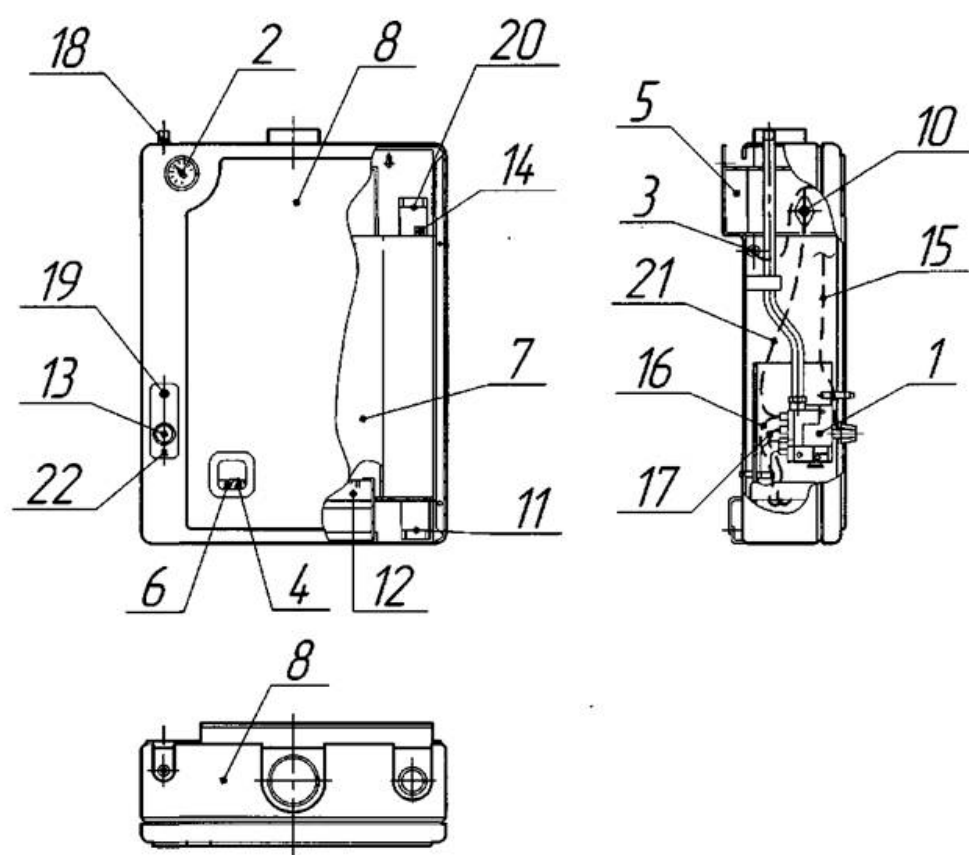

Рис. 1 Конструкция котла
Конструкция котла представлена на рис. 1.
Котел рис. 1 состоит из следующих основных узлов и деталей: теплообменника поз.7, газогорелочного устройства поз. 12, газоподводящей трубки поз. 18, блока автоматики поз.1, газоотвода поз. 5, указателя температуры воды поз. 2 с датчиком поз. 3, облицовки поз. 8.
5.7 Перед началом монтажа необходимо провести расконсервацию котла, проверить правильность его сборки в соответствии с рис. 1 и рис. 4 А, и убедиться в надежном и полном закреплении всех деталей и сборочных единиц.